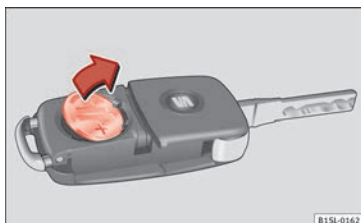

Fig. 43 Llave del vehículo: retirar la pila.
- Extraiga la pila del compartimento con un objeto fino adecuado » **fig. 43**.
- Coloque la nueva pila en el compartimento, presionándola tal como se muestra » **fig. 43**, en sentido contrario a la flecha » **1**.